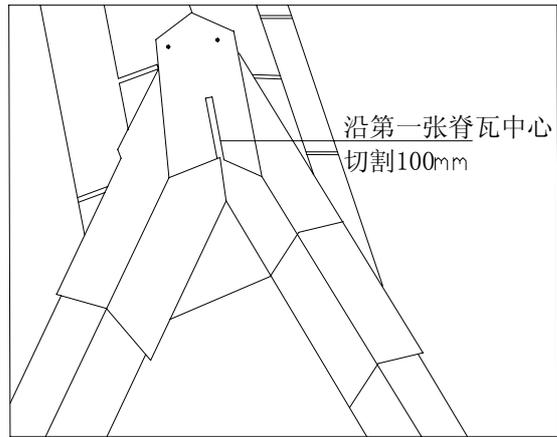

图7 脊瓦
- 8、贴第一张屋脊瓦，沿屋脊沥青瓦中线割开 100mm 口子，并把他固定在屋脊上，如图 7：